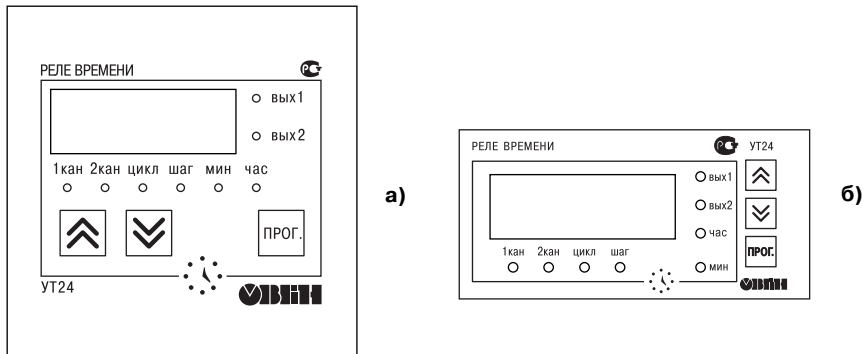

Рис. 25
3.2.1.4. На рис. 25, а приведен внешний вид лицевой панели прибора УТ24 для корпусов настенного и щитового (Щ1) крепления, а на рис. 25, б – щитового (Щ2).